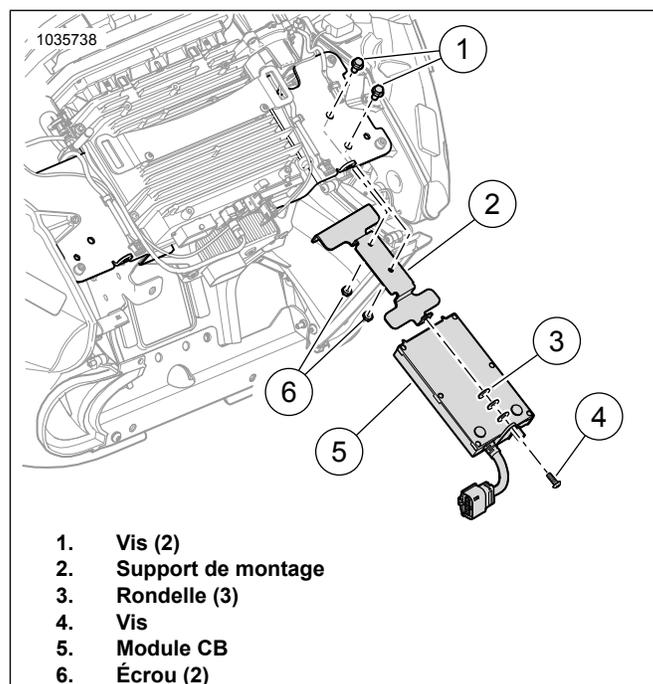

Figure 4. Poser le module CB : Carénage monté sur cadre
1. Voir Figure 4 . Mettre en place le support de montage (2).
2. Poser les vis (1) et les écrous (6). Serrer.